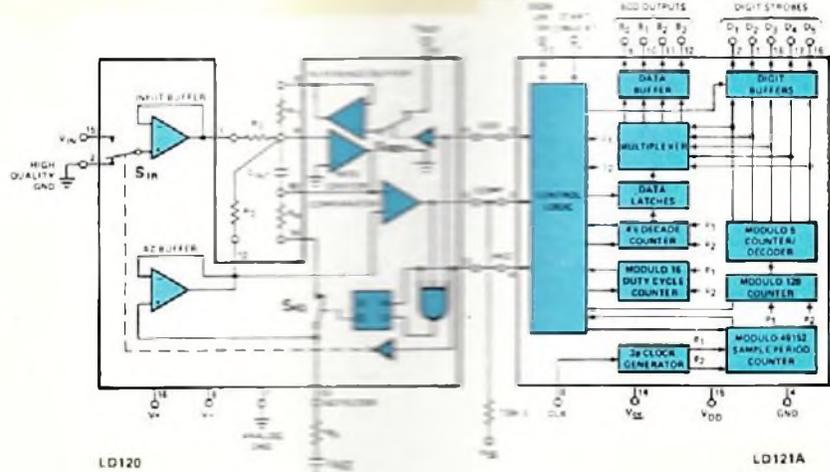
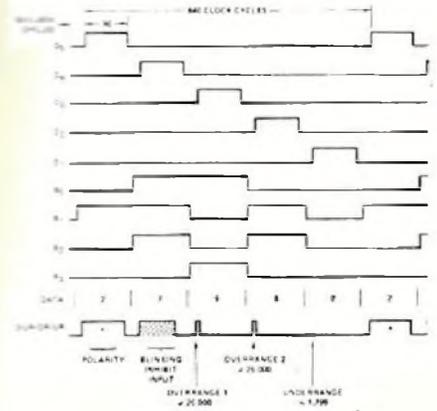

Fig. 2 : L'unité analogique (LD 120) et le processeur logique (LD 121A), le cœur de notre voltmètre 20 000 points.
Fig. 4 : Quand D5 vaut 1, le chiffre de poids fort (ici le 2) est représenté sur le bus.
La figure 2 représente le système complet. L'unité analogique (LD 120) contient trois suiveurs de tension (buffers), un intégrateur, un compara-
Le résultat de mesure est stocké dans une mémoire tampon (data latches) puis distribué séquentiellement vers l'extérieur par un « bus de données »  $B_0$  à  $B_3$  (voir figure 2), les lignes « digit strobes »  $D_1$  à  $D_5$  indiquant le chiffre présent sur le bus à un instant donné. Quand  $D_5$  vaut 1, le chiffre de poids fort (le 2 dans l'exemple de la figure 4) est présenté sur le bus, quand  $D_4$  vaut 1, le chiffre suivant (7) et ainsi de suite jusqu'au chiffre le moins significatif (le 0 de l'exemple), que valide  $D_1$ .